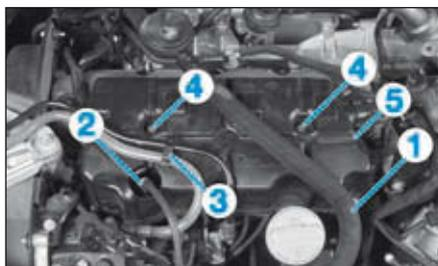

FIG.66
- Déposer le durit de recyclage des vapeurs d'huile (1) (Fig.66).
- Débrancher le connecteur (2).
- Dégrafer et écarter les tuyaux de carburant (3).
- les vis (4),
- le cache de protection moteur (5).